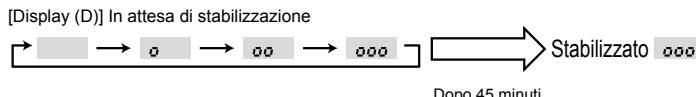

Fig. 8-3
- (3) Premere il tasto **FILTER** (tasto ←) per confermare l'impostazione. (Fig. 8-3)